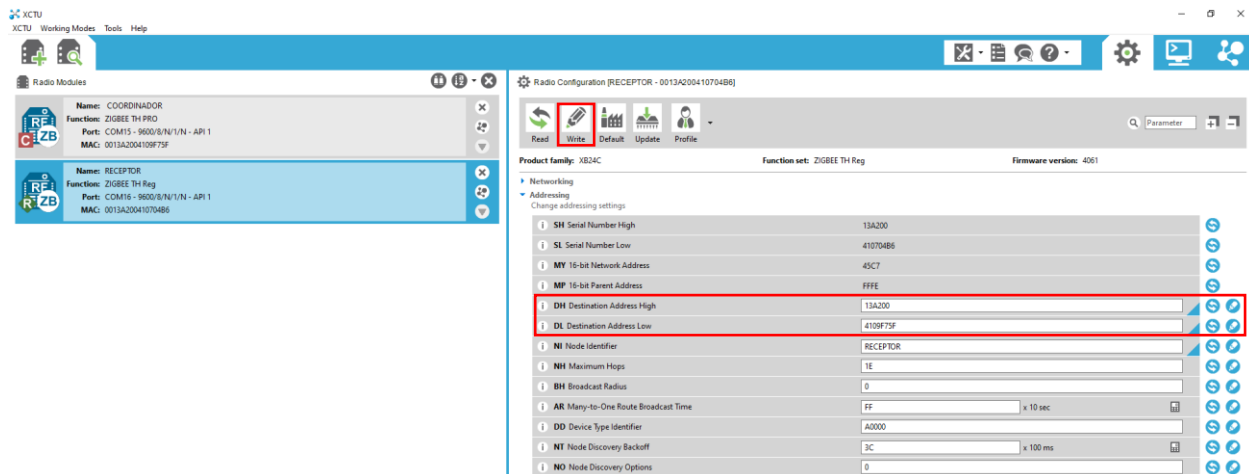

Figura 7.10. Configuración de la dirección MAC del Coordinador (destino) en el módulo Receptor
- En la dirección destino de este módulo, digite la dirección MAC de 64 bits (High-Low) correspondiente a la dirección propia del Coordinador. Verifique esta dirección al respaldo del módulo o desde la interfaz del X-CTU. (Ver figura 7.10).